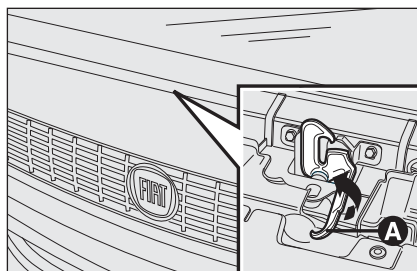

fig. 90
- ☐ tire de la palanca **A-fig. 90** como se ilustra en la figura;